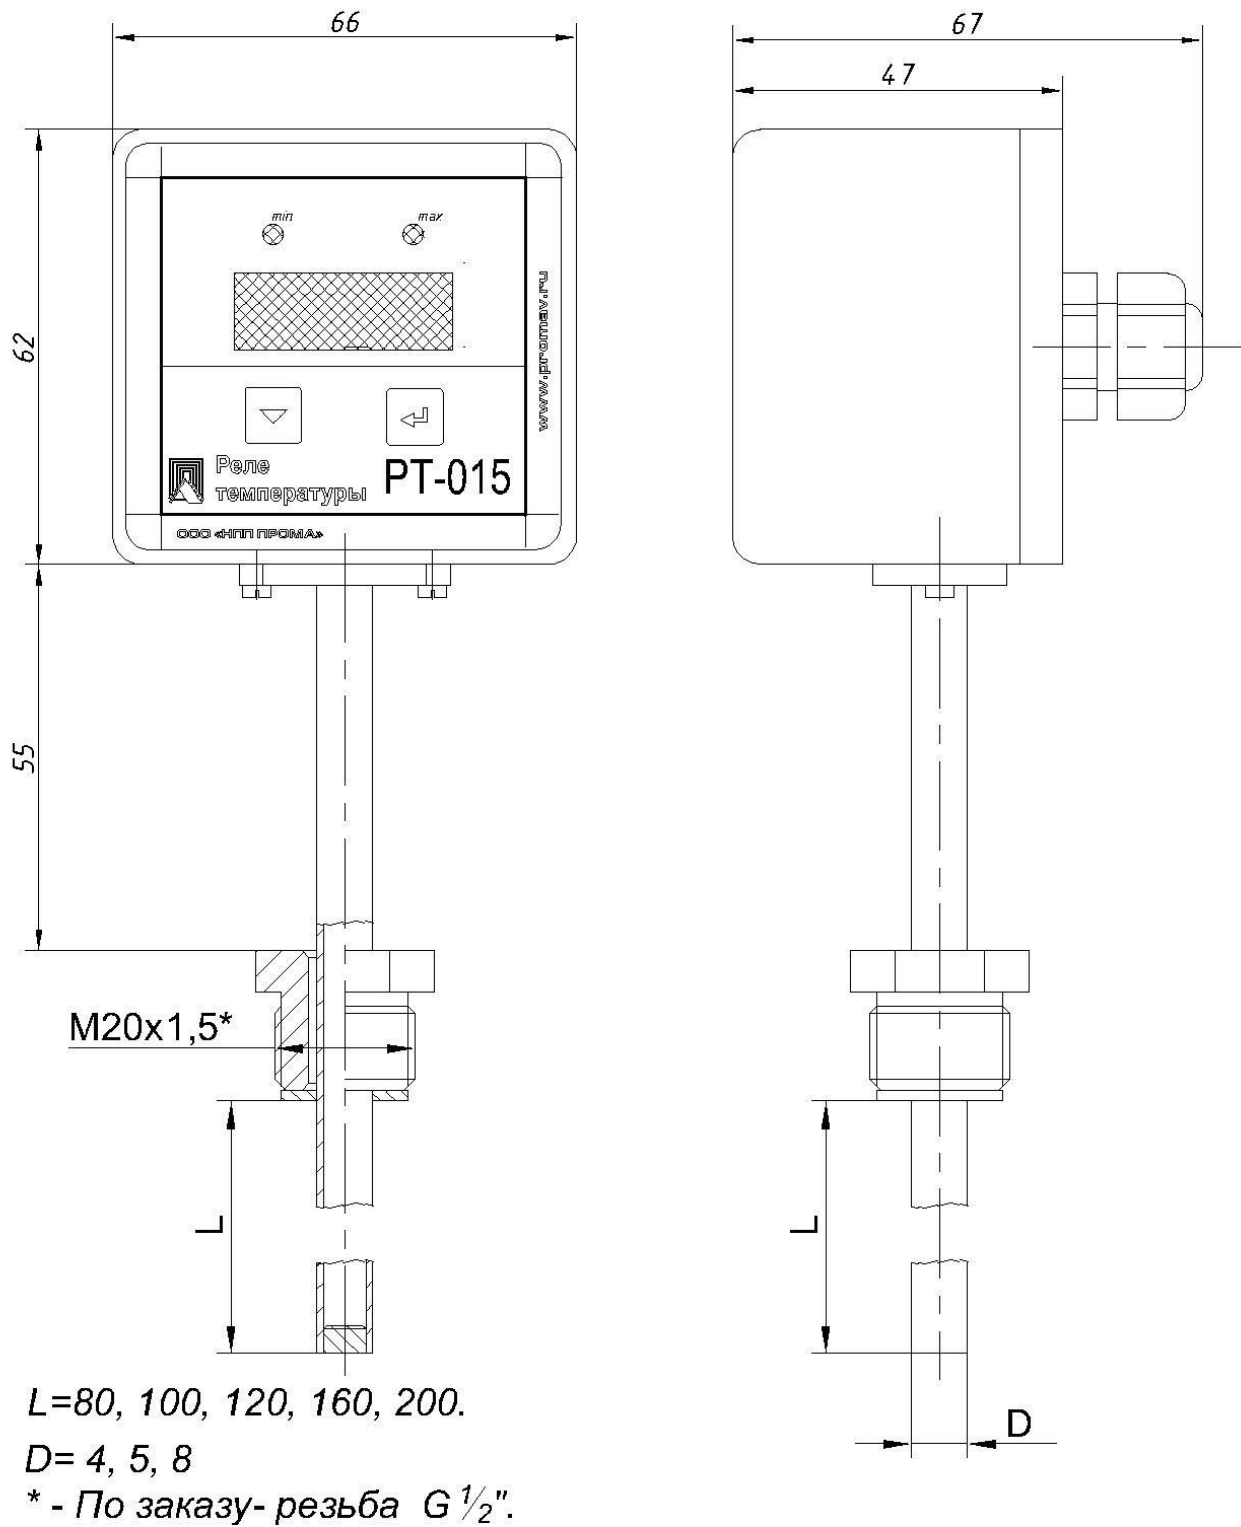

Рис.3. Общий вид реле температуры PT-015.
5.1. Общий вид реле РТ-015 представлен на рис. 3.